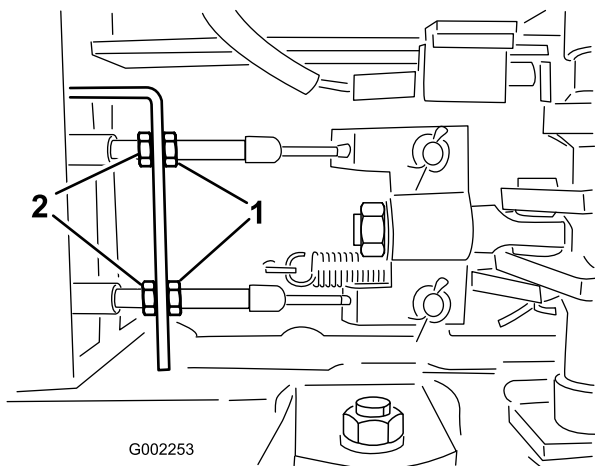

図 56
6. 後ナットを均等に締めて、ブレーキ・ペダルの遊びを1~2 cm に調整する (図 56)。
5. ブレーキ・ケーブルの車両前端側にある前ナットをゆるめる (図 56)。